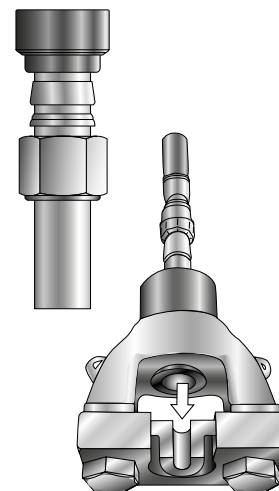

Figure 2
- Insérez la matrice écrou en forme de U dans la plaque de support du vérin hydraulique, comme illustré à la figure 2.